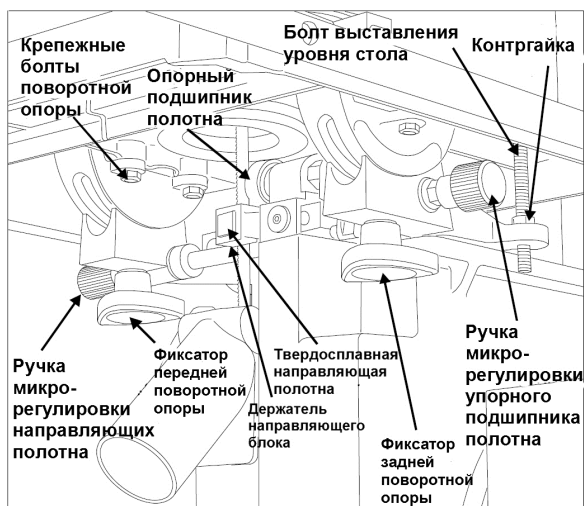

Рисунок 12. Узел нижней направляющей. Вид сзади.
11. Когда все зафиксировано, посмотрите на указатель угловой шкалы. Он должен быть точно на нуле. (Рис. 12). Если нет, ослабьте винт указателя, установите указатель на ноль и затяните винт, крепко удерживая указатель в положении ноль.
3. Если расстояние от обоих концов паза не идентично, ослабьте шесть болтов, прикрепляющих стол к угловым опорам. (см. Рис. 12 и 13)
17. При помощи ручки микрорегулировки, подвиньте узел нижних направляющих (См. рис. 12) вперед, пока опорный подшипник не коснется к задней кромке полотна пилы.